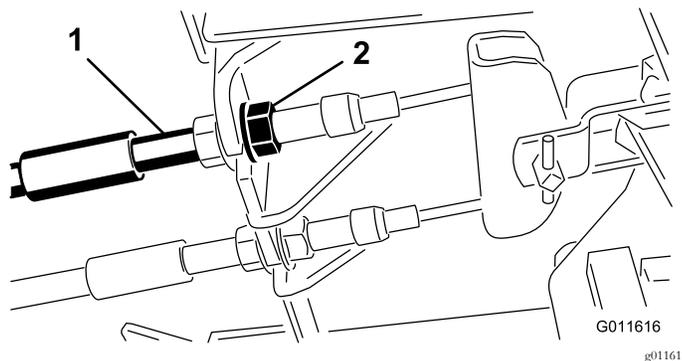

图35
1. 要缩短刹车踏板的自由行程可以通过松开刹车拉线螺纹端的前螺母紧固刹车图35。